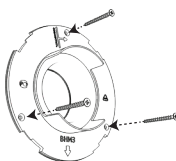

Рис. 5
6. Основание клапана, без крышки, посадочным местом устанавливаем в воздушный канал вплотную к тепло-шумоизоляции. Корректируем положение основания таким образом, чтобы стрелка с надписью "ВНИЗ" была направлена вниз. Осуществляем крепление основания к стене с помощью саморезов (Рис. 5).